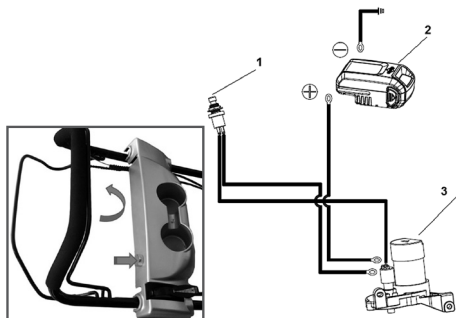

Рис. 9 Запуск двигателя с электрическим стартером
Для запуска двигателя электрическим стартером нажмите на рычаг останова двигателя и нажмите кнопку запуска (Рис. 9). Принципиальная схема электрического стартера приведена на Рис. Система запуска состоит из кнопки запуска (1), литиевой аккумуляторной батареи (2), электрического стартера (3), соединительных проводов и зарядного устройства.